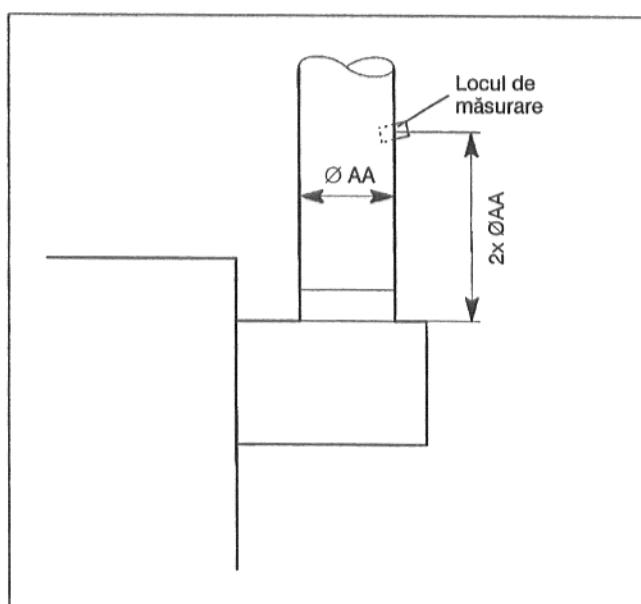

Fig. 30: Locul de măsurare din conducta gazelor de ardere
- Faceți o gaură în conducta gazelor de ardere, ca. $2 \times \varnothing$ AA după dispozitivul de menținere a curentului de gaze pe partea opusă cazanului (Fig. 30).